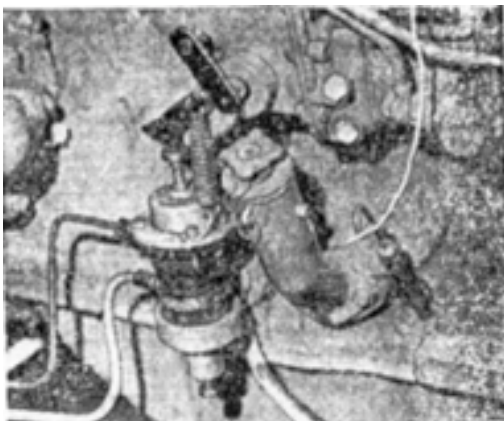

Рис. 29. Положение рейки регулятора подачи компрессора при максимальной подаче топлива
7.5.5. Установить рейкой регулятора подачи компрессора максимальную подачу топлива (рис. 29).